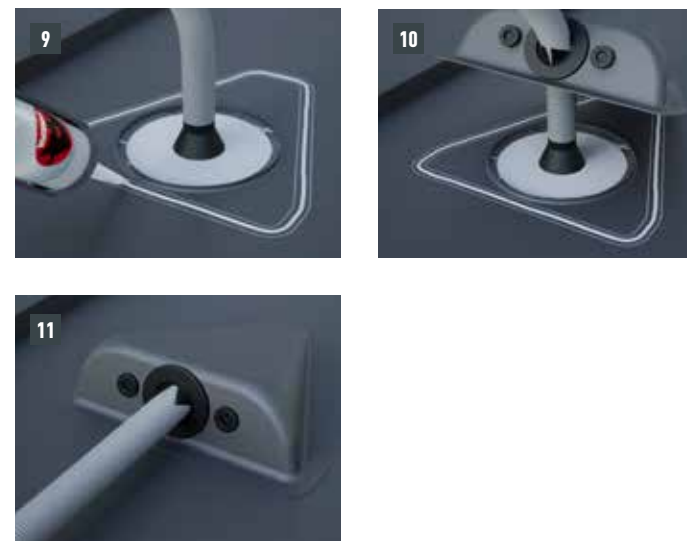

Fig. 11 • Posa della bocchetta Solar
- Bocchetta Solar completamente montata. (Fig. 11)